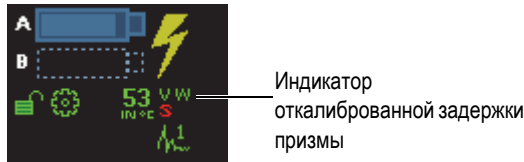

Рис. 5-10 Индикатор откалиброванной задержки призмы (W)
Задержка призмы откалибрована. В верхнем левом углу экрана индикатор калибровки задержки призмы (W) изменил цвет на зеленый (см. Рис. 5-10 на стр. 128).